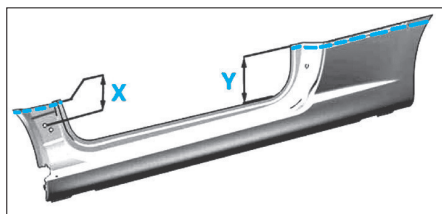

FIG. 26
- Découper le bas de caisse complet, comme illustré (Fig.26).